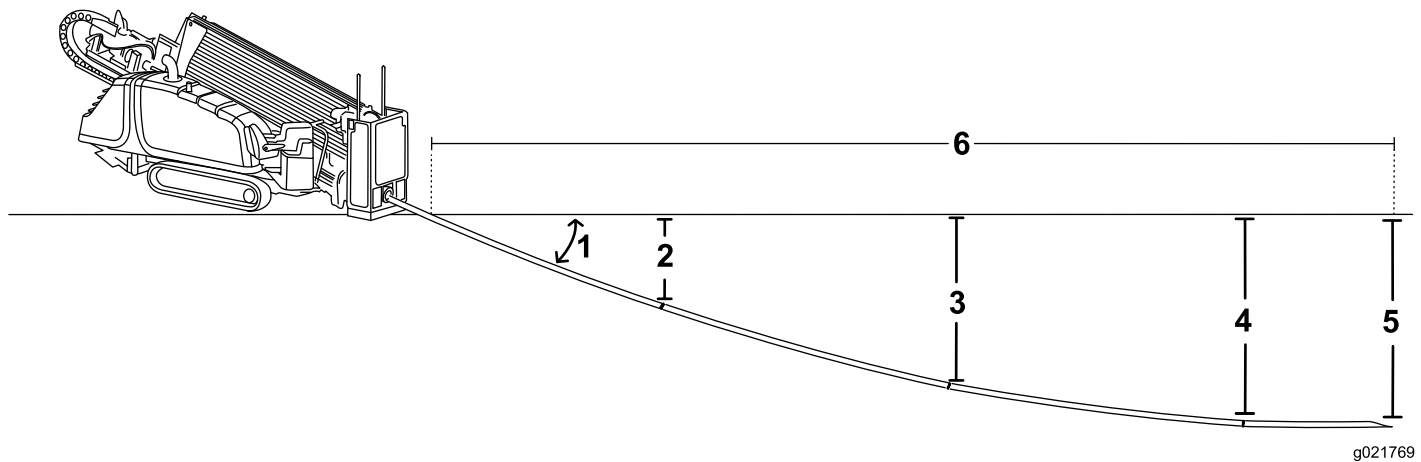

Figura 55
- Se insertan los primeros 3 m (10 pies) de broca/tubo en el suelo sin desviación. El extremo de la broca estará a una profundidad de 53 cm (21") (Figura 55).